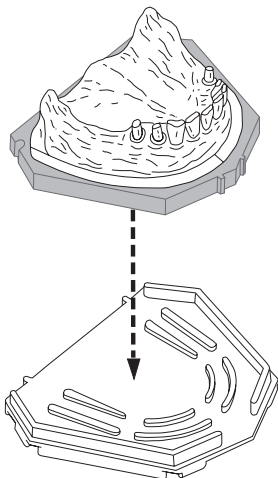

Fig. 2
8. Întoarceți invers baza în poziția de ejectare și ejectați modelul apăsând cu grijă Accu-Trac pe bază cu presiune uniformă, pentru a evita spargerea modelului (Fig. 2).